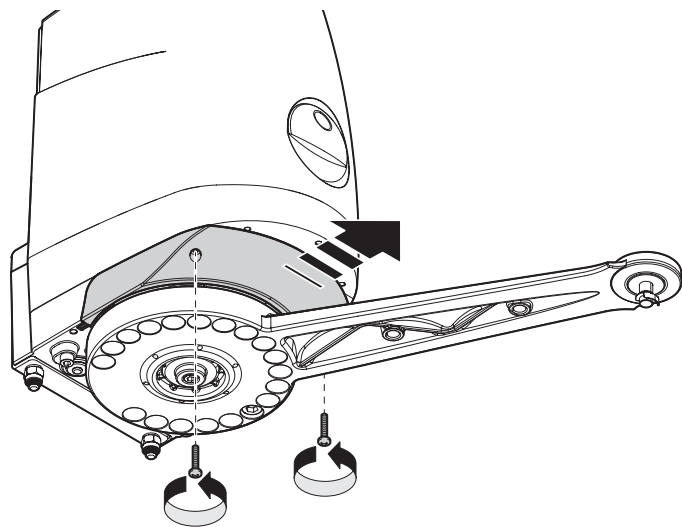

Abb. 13
02. Die beiden Schrauben unter dem Motor entfernen und die Abdeckung abziehen, wie auf **Abb. 13** gezeigt;